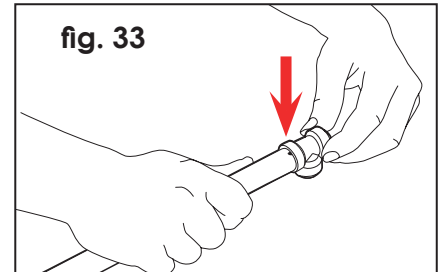

fig. 33
g) Nach der vorgeschriebenen Aufwärmzeit Rohr und Formteil zügig vom Schweißgerät abziehen und unmittelbar, ohne zu drehen, zusammenschieben. Die korrekte Einstecktiefe ist anhand der angebrachten Markierung zu kontrollieren. (**fig. 33**)